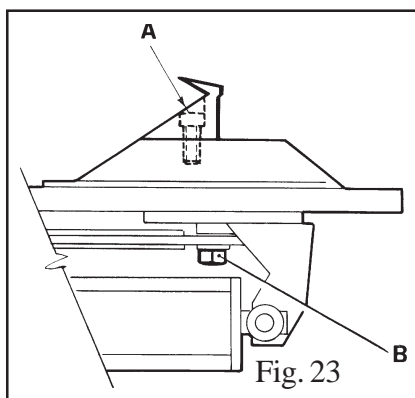

Fig. 23
**NOTA:** Dopo i primi 20 gg. di lavoro stringere nuovamente le viti di serraggio delle griffe e degli scorrevoli del piatto autocentrante (fig. 23).
**Note:** After the first 20 days of work, retighten the clamp tightening screws and the screws on the turntable slides (Fig. 23).
**NB.**Après les 20 premiers jours de travail, serrer de nouveau les vis des mors et les glissières du plateau tournant (fig. 23).
**WICHTIG:** Nach den ersten 20 Arbeitstagen muß die Blockierungsschraube der Spannklauen und der Zentriertisch- Gleitführungen nachgezogen werden (Abb. 23).